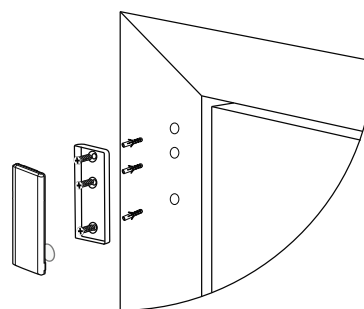

Figura 5: Instalação do parafuso do dispositivo
2. Aparafuse a base do dispositivo na estrutura da porta. Ver Figura 5.